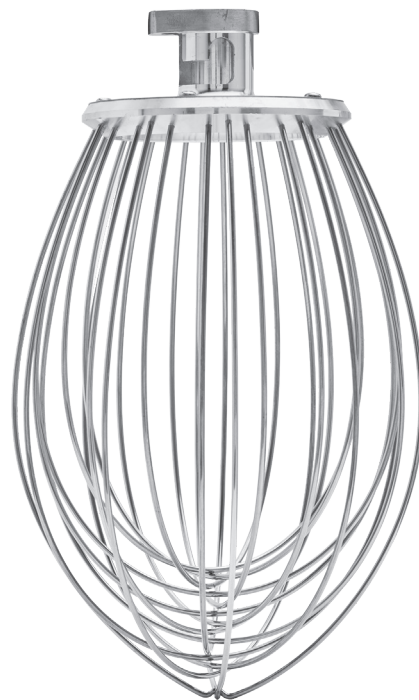

Fig. 9
- Cierre la rejilla del tazón: gírela hacia la izquierda hasta que tope en la posición de cierre (Fig. 9).